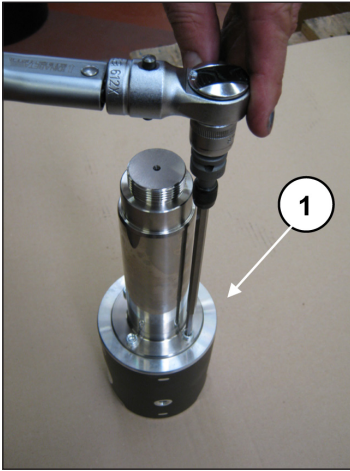

Fig. 46
Pour désassembler la tige du guide de piston, dévisser les vis à tête cylindrique M6 à l'aide d'une clé spéciale (rep. ①, Fig. 46).